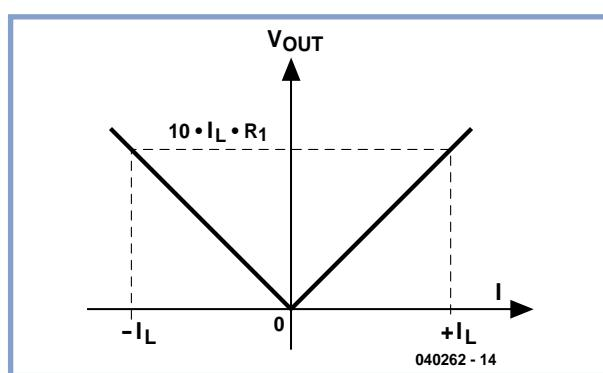

Figure 4.
(**figure 4**). R2 peut être de nouveau déterminé à l'aide de la formule (3).